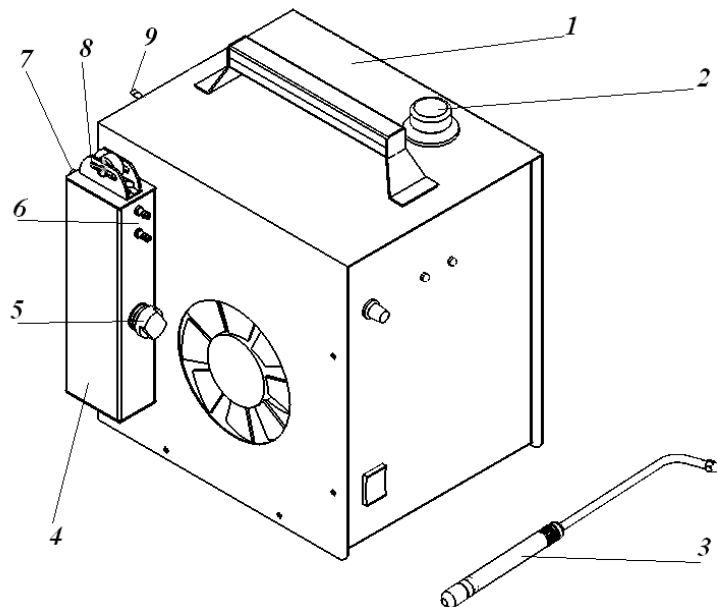
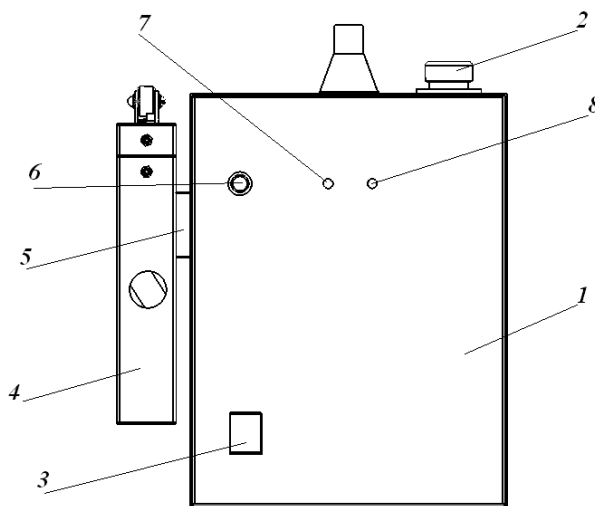

Рис.2 Внешний вид установки Лига-12
Рис.3 Лига-31 (вид спереди)
4.1 Внешний вид установки приведён на рис.2.
Произведённая в электролизере 1(Рис.2) водородно-кислородная газовая смесь проходит через водяной затвор, который играет роль огнепреградителя при обратном ударе (воспламенение смеси в газовом тракте, возникающее при выключении установки или в аварийных ситуациях).
Выработанная в процессе электролиза газовая смесь насыщена парами воды. Для того, чтобы от них избавиться, газовая смесь проходит через охладитель-обоганитель 4(Рис.2), в котором собирается избыточная влага. Кроме того, охладитель-обоганитель 4 используется для того, чтобы иметь возможность
менять состав пламени, т.е. соотношение горючего и окислителя. Это устройство позволяет с помощью регулятора 8 (Рис.2), расположенного на охладителе-обогастителе, вводить в газовую смесь пары летучих углеводородов (*бензол*, бензин и т.п.). Полученная газовая смесь по шлангу поступает в горелку 1, собранную вместе с дополнительным "сухим" огнепреградителем. Количество произведённой газовой смеси (производительность) регулируется с помощью регулятора тока 6 (Рис.3).
В случае выработки всего запаса дистиллированной воды срабатывает датчик уровня, который выключает ток через электролизер, при этом загорается красный светодиодный индикатор 7 (Рис.3).
6.3 Произвести установку охладителя-обогапителя 4(Рис.3) в направляющих 5(Рис.3) на корпусе электролизера 1(рис.3) и соединить его шлангами с электролизером и горелкой. Входной штуцер 7(рис.2) соединить коротким шлангом с выходным штуцером 9(рис.2), выходной штуцер соединить длинным шлангом с горелкой 3(рис.2). Тщательно затянуть сопло на горелке.
7.1 Ручку регулятора тока 6(рис.3), расположенную на лицевой панели силового блока, вывести в крайнее левое положение (против часовой стрелки).
7.2 Подсоединить устройство к сети. Включить сеть кнопкой 3(Рис.3) при этом заработают вентиляторы. Ручку регулятора тока плавно повернуть по часовой стрелке до загорания зеленого светодиодного индикатора 8(рис.3).
7.3 Регулирование расхода газовой смеси осуществляется ручкой регулятора тока 6(Рис.3).
7.4 Регулирование степени обогащения газовой смеси парами углеводорода происходит при вращении ролика регулятора 8(Рис.2) из одного крайнего положения в другое. При этом характер и цвет пламени меняется от окислительного (сплошное жёлтое пламя), до восстановительного (голубое пламя). *Для сварки стали необходимо добиться того, чтобы длина голубого язычка пламени (ядра) достигала длины 5-10 мм.*
Предварительно необходимо заправить охладитель-обогапитель углеводородом (например **бензолом** или бензином). Для этого снять охладитель-обогапитель с направляющих 5(рис.3), открутить пробку 5(рис.2) и *предварительно слив отстой* из образовавшегося отверстия в это же отверстие залить до 150мл **бензола** или другого углеводорода (примерно на 2 час непрерывной работы). Затем закрутить пробку 5(рис.2) и установить охладитель-обогапитель на место. По мере работы необходимо доливать углеводород в охладитель-обогапитель.
7.5 Гасить горелку следует резко сдуть пламя, как при гашении свечи. После этого выключить электролизёр. Если пламя не сдувается, можно просто регулятором тока 6(рис.3) выключить электролизёр, при этом будет слышен негромкий шелочек (сработает "сухой" огнепреградитель, вмонтированный в ручку горелки). После выключения электролизёра перевести ролик регулятора 8(рис.2) в среднее положение.
7.7 Во время работы уровень воды в электролизере понижается, поэтому периодически или при срабатывании датчика уровня (загоранием красного светодиодного индикатора 7(Рис.3)) необходимо восстанавливать уровень жидкости, доливая в электролизер **дистиллированную** воду. Для этого нужно выключить установку из сети, убедиться, что сливная пробка 1(Рис.5) плотно завинчена, вывернуть пробку из заливной горловины 2(рис.2) и в образовавшееся отверстие с помощью **чистой** воронки долить **дистиллированной** воды столько, чтобы она появилась у нижнего среза заливной горловины. Доливать воду следует аккуратно, следя за тем, чтобы капли жидкости не попадали на корпус установки. При попадании жидкости на корпус установки заправку следует немедленно прекратить и удалить следы протечки с корпуса установки. После окончания залива необходимо завернуть пробку заливной горловины на прежнее место.